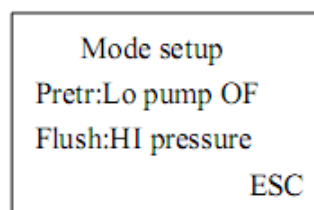

рис.8
(4) **mode** – установка режимов промывки (пролива) Выберите 'mode' в главном меню и нажмите [↵] для настройки (см. рис. 8). В режиме «Flush:LO pressure» пролив установки осуществляется с выключенным высоконапорным насосом (при активизации промывки предварительно происходит отключение высоконапорного насоса), в режиме «Flush:HI pressure» -- с включенным.